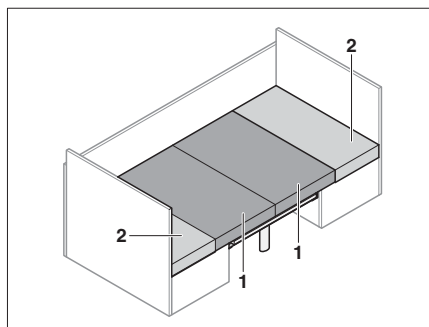

Fig. 65 Después de la transformación
- Tirar de los cojines del asiento (Fig. 65,1) hacia el centro.
- Colocar los cojines del respaldo (Fig. 65,2) entre los cojines del asiento y la pared.